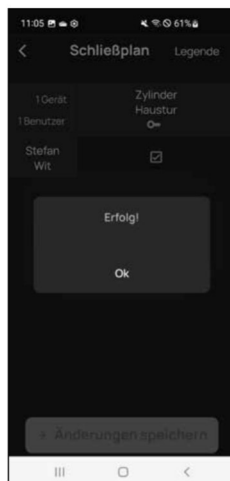

Abb. 6
- ⑦ Nach einem kurzen Moment erhalten Sie eine Rückmeldung, dass die Daten übertragen wurden. Bestätigen Sie mit „OK“ (Abb. 6).